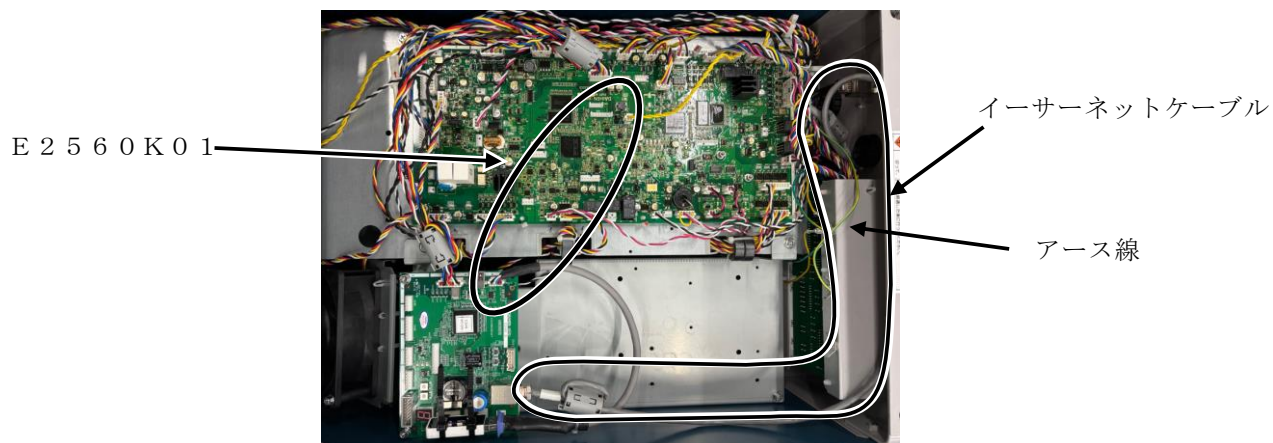

図5. 配線の取り付け
- (8) 束線(E2560K01)を、拡張ボード(E2648P00)のCN8と溶接機のプリント板(P30099P00[WB-W350の場合はP30205P00])のCN43との間に接続します。
- (9) イーサネットケーブルを拡張ボード(E2648P00)とイーサネット中継コネクタとの間に接続し、アース線を電源のタブ端子に接続します。(図5)